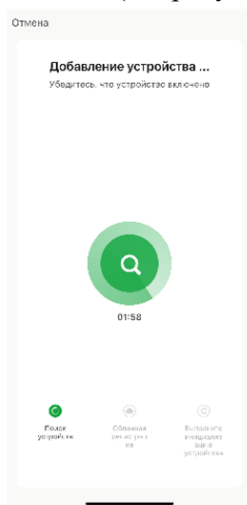

Рисунок 4
7.2.8 Дождитесь окончания активации (см. рисунок 4)